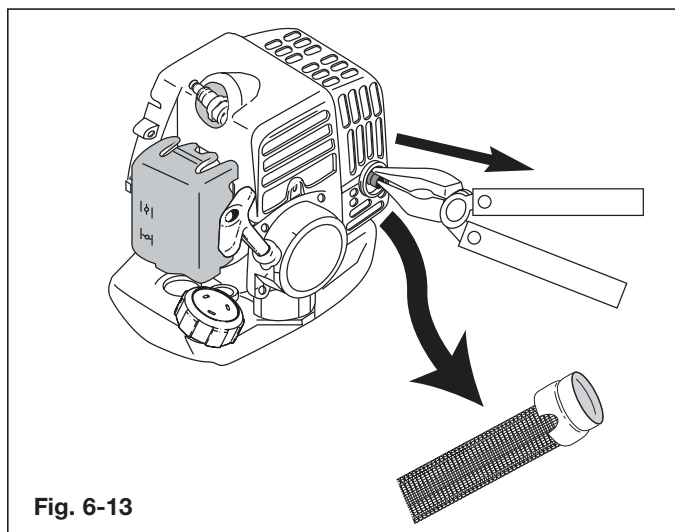

Fig. 6-13
- Use un alicate puntiagudo para agarrar el cuello del parachispas y hálelo del silenciador. (Fig. 6-13).